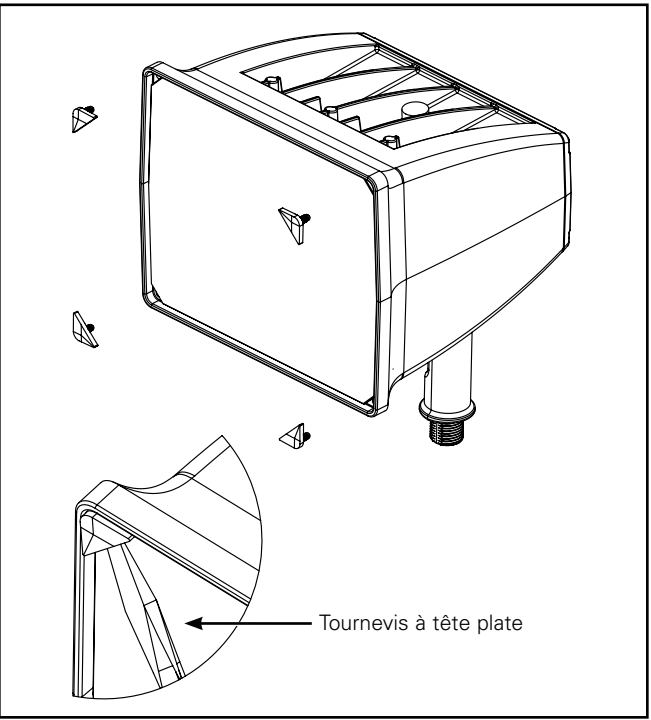
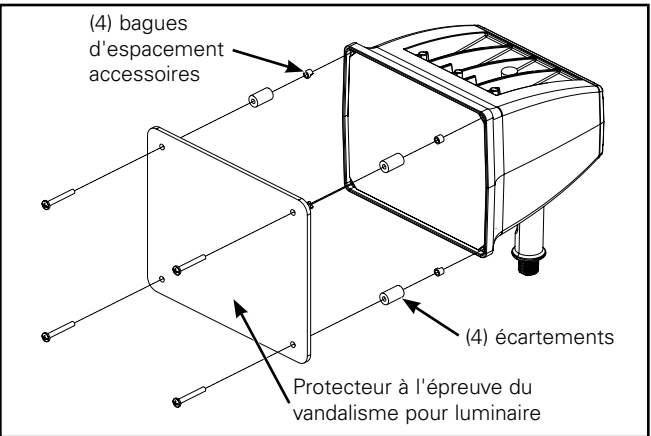

Figure 6.
Figure 8.
2. À l'aide du tournevis à tête plate, retirez les (4) angles noirs présents sur le bord de la lentille. (Figure 6).
3. Alignez les (4) écartements de 2,2 cm (7/8 po) sur les (4) bagues d'espacement accessoires.
4. Utilisez (4) vis n° 10-24 de 2,5-1,2 cm (1-1/2 po) pour fixer le protecteur à l'épreuve du vandalisme sur la partie supérieure du luminaire. (Figure 8).